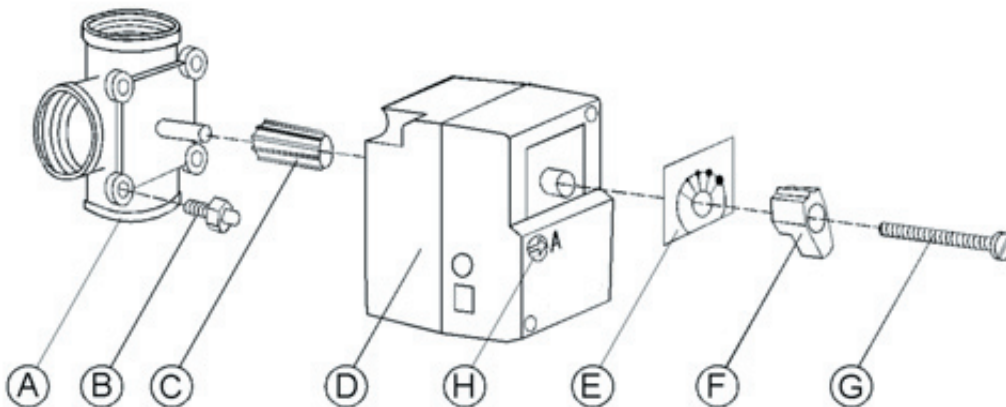

Рис. 1
6. Переключатель Н (рис. 1) находится в положении “” (ручной режим).